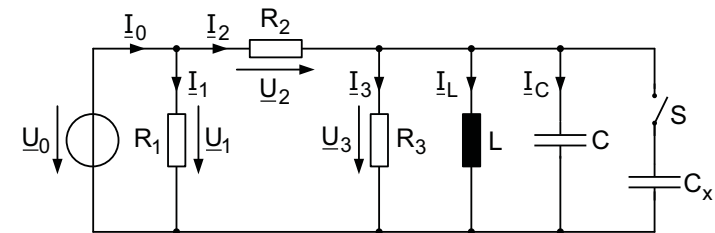

Bild 1.1: Ersatzschaltbild der Schaltung
Die in Bild 1.1 dargestellte Schaltung, bestehend aus den ohmschen Widerständen R_1 , R_2 sowie R_3 , einer Spule mit der Induktivität L und den Kondensatoren C sowie C_x , wird an einer sinusförmigen Wechselspannung mit dem Effektivwert U_0 und der Frequenz f betrieben. Nachfolgend soll das Verhalten der Schaltung in Abhängigkeit der Bauteile berechnet werden. Der Schalter S ist dabei vorerst geöffnet und wird erst im Laufe von Frage 1.4 geschlossen.
- Zeichnen Sie ein qualitatives Zeigerdiagramm für die in Bild 1.1 dargestellte Schaltung, welches alle eingezeichneten Spannungen und Ströme enthält. Zeichnen Sie dabei die Spannung $\underline{U}_3$ waagrecht und den Zeiger des Stromes $\underline{I}_L$ doppelt so lang wie den Zeiger des Stromes $\underline{I}_C$ ein.